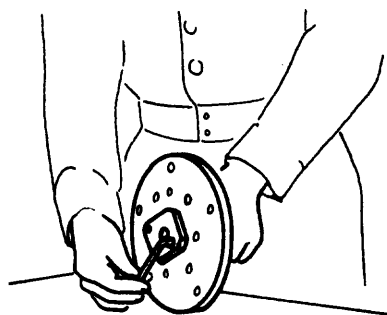

Fig. 1
- d Monte el flanche al cubo de la máquina (fig. 1).